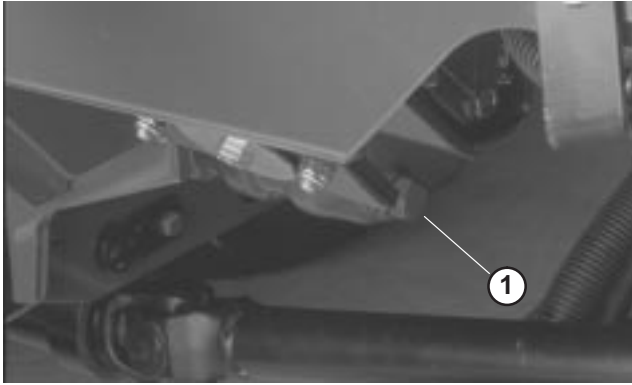

Figure 48
1. Enlevez le bouchon de vidange (Fig. 48) et laissez s'écouler l'huile dans un bac de vidange. Remettez le bouchon quand toute l'huile s'est écoulée.